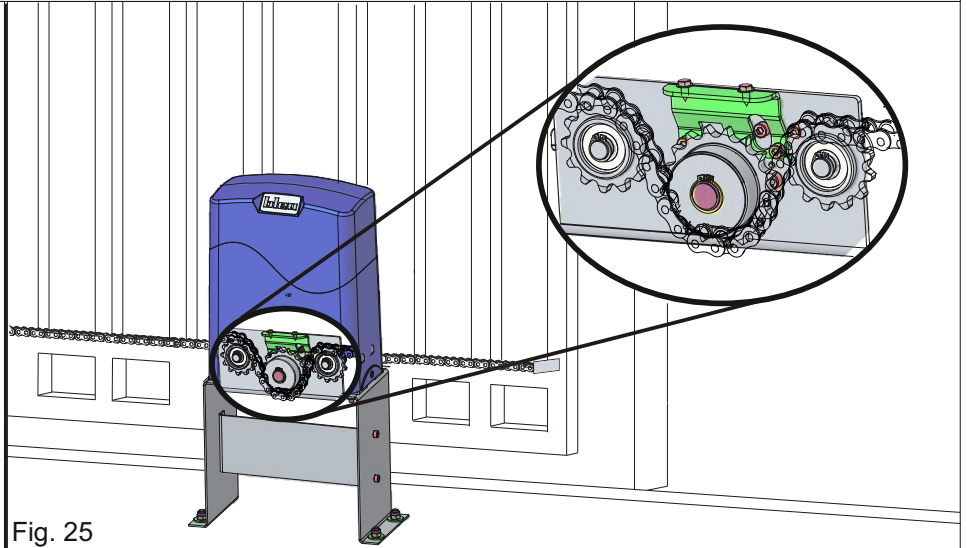

Fig. 25
- ⚠ - LA CARRERA OBLIGATORIA DE LA CADENA ES LA QUE SE MUESTRA EN LA FIG. 25 Y NO DEBE CAMBIARSE
- Después de haber desbloqueado el operador, instale la cadena pasándola por la unidad del piñón como se muestra en la Fig.25